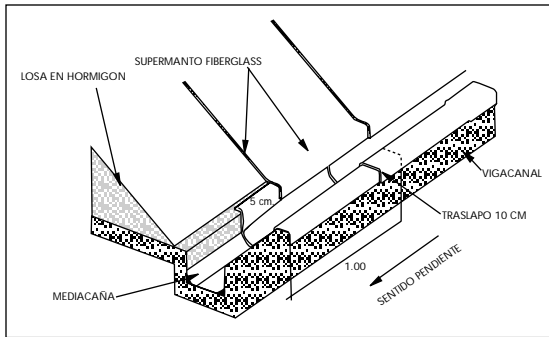

FIGURA NT. 30
- Traslapos en vigas canales. Se debe impermeabilizar con el rollo de punta, es decir, cada metro con traslapos mínimos de 10 cm. (Figura NT. 30)